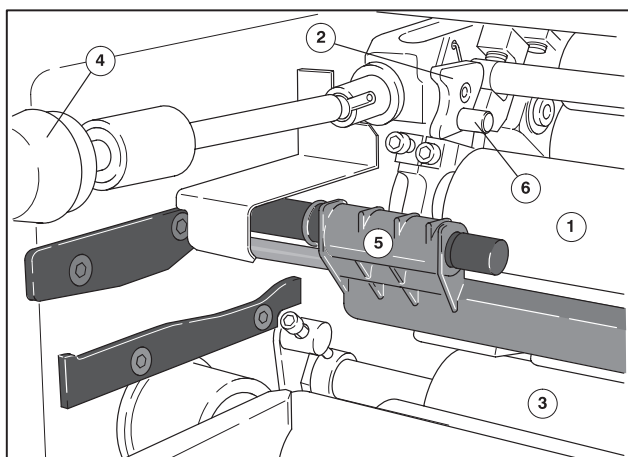

Рис. 11 Аппарат увлажнения 1 соединить с красочным аппаратом 1
- ❶ Снять емкость с увлажняющим раствором.
- ❷ Установить поворотную ручку для дозирования увлажняющего раствора (Рис. 11/❷) на "5".
- ❸ Открыть защитное ограждение над аппаратом увлажнения.
- ❹ Снять заднюю кромку ванны для увлажняющего раствора с боковых опорных болтов и вытащить ванну из машины.
- ❺ Поднять рычаги одновременно на стороне привода (Рис. 11/❷) и стороне обслуживания.
- ❻ Прижать увлажняющий валик (Рис. 11/❶) вниз с помощью болтов (Рис. 11/❸) против действия пружины, чтобы соединить аппарат увлажнения и красочный аппарат.
- ❼ Закрыть защитное ограждение.